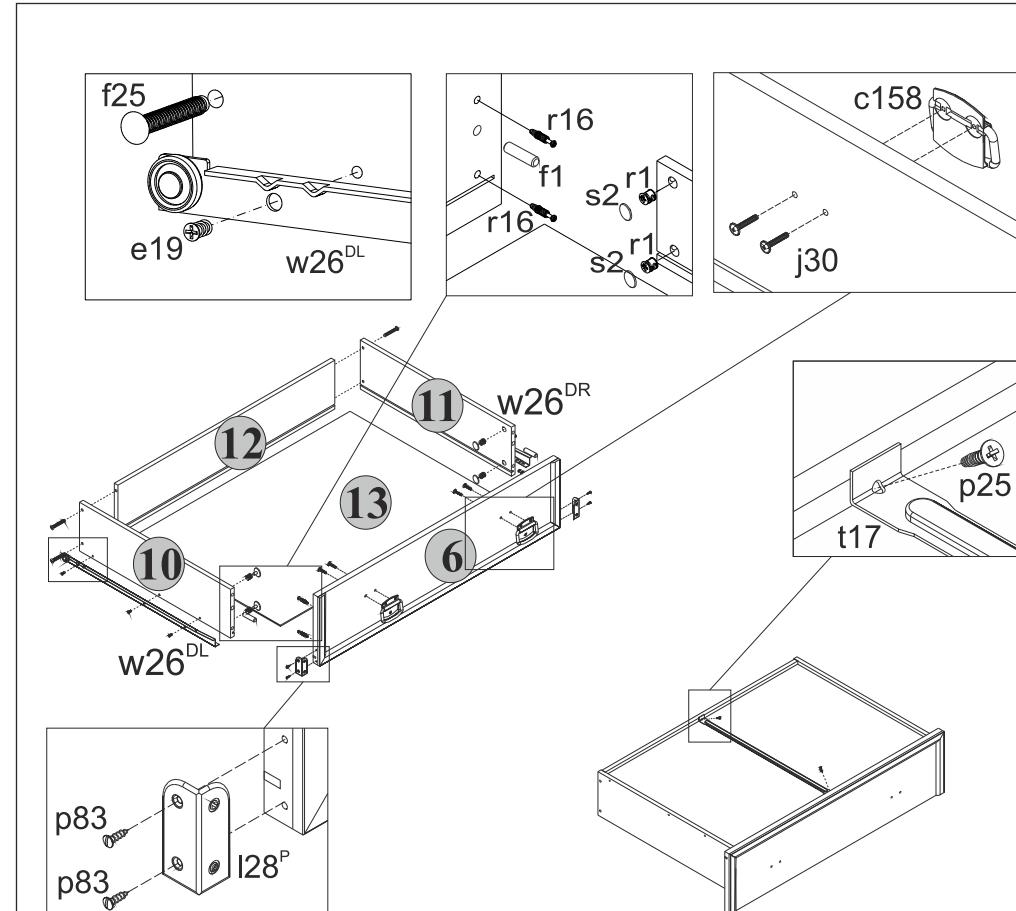

Рис. 1
5.22 Перевернуть ящики выдвижные дном вверх и закрепить на боковых стенках 10 и 11 ящиков евровинтами e19 направляющие w26^{gl} и w26^{gr}(см.рис. 1).
5.23 Закрепить фиксаторы дна t17 шурупами p25 (см.рис. 1), пользуясь крестообразной отверткой.
5.15 В отверстия диаметром 8 мм на передних кромках стенок боковых 10 и 11 корпусов выдвижных ящиков вбить деревянные шканты f1 (см.рис.1).
5.16 В отверстия диаметром 15 мм на внутренних поверхностях стенок боковых 10 и 11 корпусов выдвижных ящиков вставить стяжки эксцентриковые r1 (см.рис.1).
5.17 В отверстия диаметром 5 мм на внутренних поверхностях панелей передних 6 и 7 ящиков выдвижных с помощью крестообразной отвертки вкрутить винты стяжки r16 (см.рис.1).